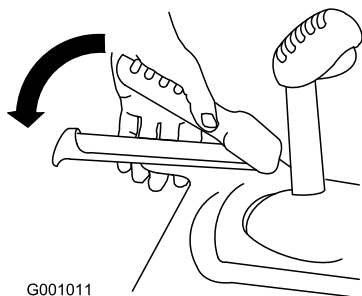

Figura 33
1. Per innestare il comando della trazione premete la leva sinistra (trazione) contro l'impugnatura (Figura 33).